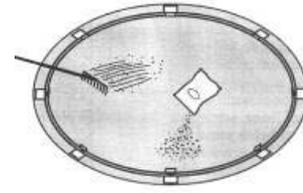

fig. 5
- Con la ayuda del nivel y un listón de madera compruebe que el terreno esta nivelado al 100 %. Nivele toda la superficie al mismo nivel que el lugar más bajo, rellene con arena fina (sin piedras) y vuelva a nivelar (fig. 5)